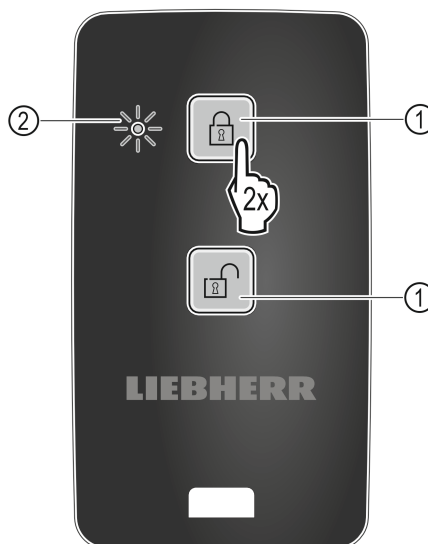

Fig. 80
- ▶ Premere due volte un tasto del telecomando Fig. 80 (1).
- ▷ Il LED di stato Fig. 80 (2) sul telecomando lampeggia tre volte.